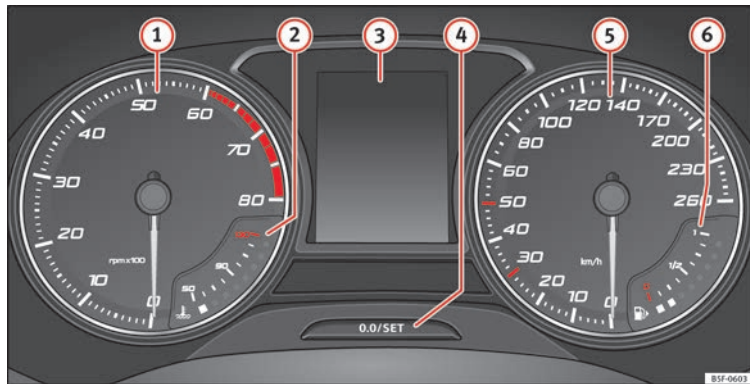

Fig. 110 Painel de instrumentos no painel de bordo.
» Fig. 110:
O conta-rotações mostra o regime de rotações do motor por minuto » » Fig. 110 ①.
O ponteiro do conta-rotações ① » » Fig. 110 só deverá atingir a zona vermelha durante um curto período de tempo, caso contrário existe o risco de causar danos no motor.
Ao ligar a ignição pode visualizar-se no ecrã do painel de instrumentos » » Fig. 110 ③ informação diversa, em função do equipamento do veículo:
- Pressione brevemente o botão **» Fig. 110**  para repor o conta-quilómetros parcial a 0.
- Para ajustar a hora, mantenha pressionado o botão **» Fig. 110**  durante mais de 3 segundos para seleccionar o indicador de horas ou de minutos.
Mantenha pressionado o botão **» Fig. 110**  durante mais de 15 segundos para visualizar as letras de identificação do motor (MKB) do veículo. Para isso, a ignição deve estar ligada e o motor desligado.
O indicador da temperatura do líquido de refrigeração **2** » **Fig. 110** só funciona com a ignição ligada. Para evitar danos no motor, tenha em atenção as seguintes observações sobre as margens de temperatura.